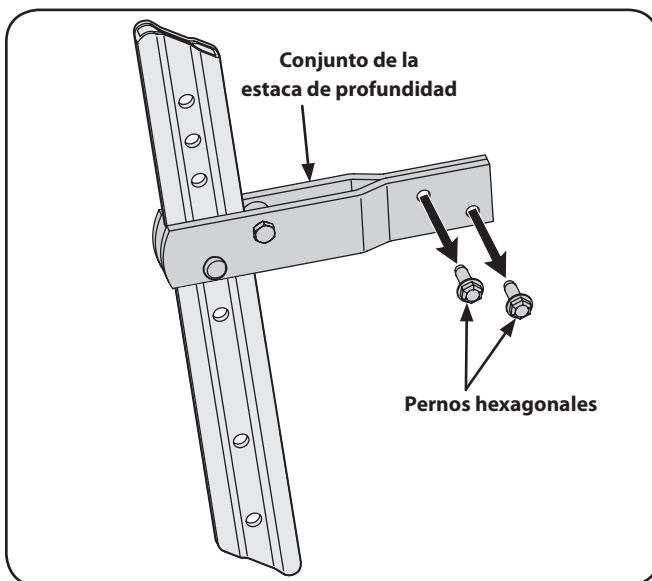

Figura 3-5
1. Retire los dos tornillos del conjunto de la estaca de profundidad. Consulte la Figura 3-5.